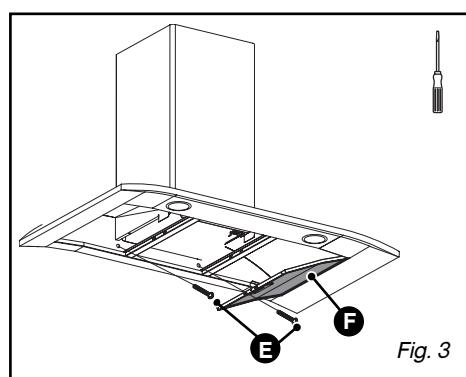

Fig. 3
- Togliere i filtri cassetta (F/fig.3).
- Avvitare le due viti dal basso (E/fig.3).